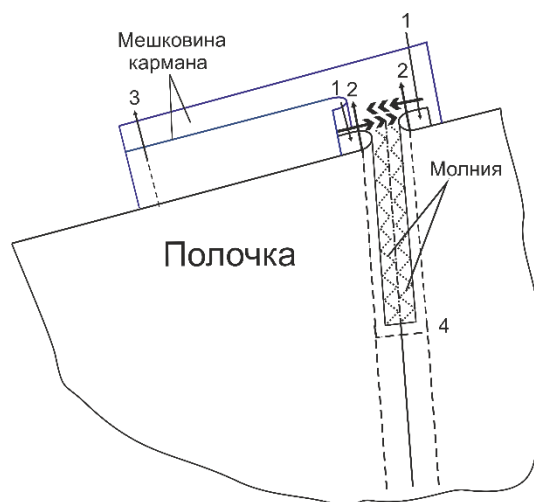

Рис. 2
6. Настрочите отделочную строчку по правой и левой стороне вытачки, с одновременным притачиванием тесьмы «молния» (Рис. 2, строчка 2).